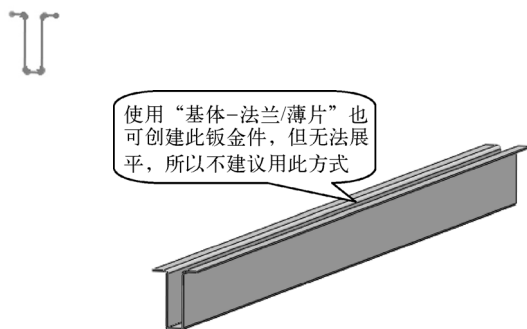

图 6-43 创建“放样折弯”钣金件
STEP 2 单击“钣金”工具栏中的“放样折弯”按钮，选择 **STEP 1** 中绘制的两个草绘图形，创建厚度为 1.5mm 的钣金特征，如图 6-43 所示。